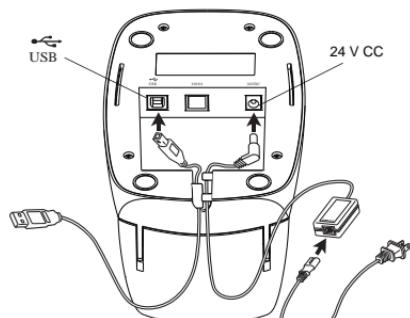

Figure 4
- 3 Branchez le cordon d'alimentation sur l'adaptateur secteur. Voir Figure 4.